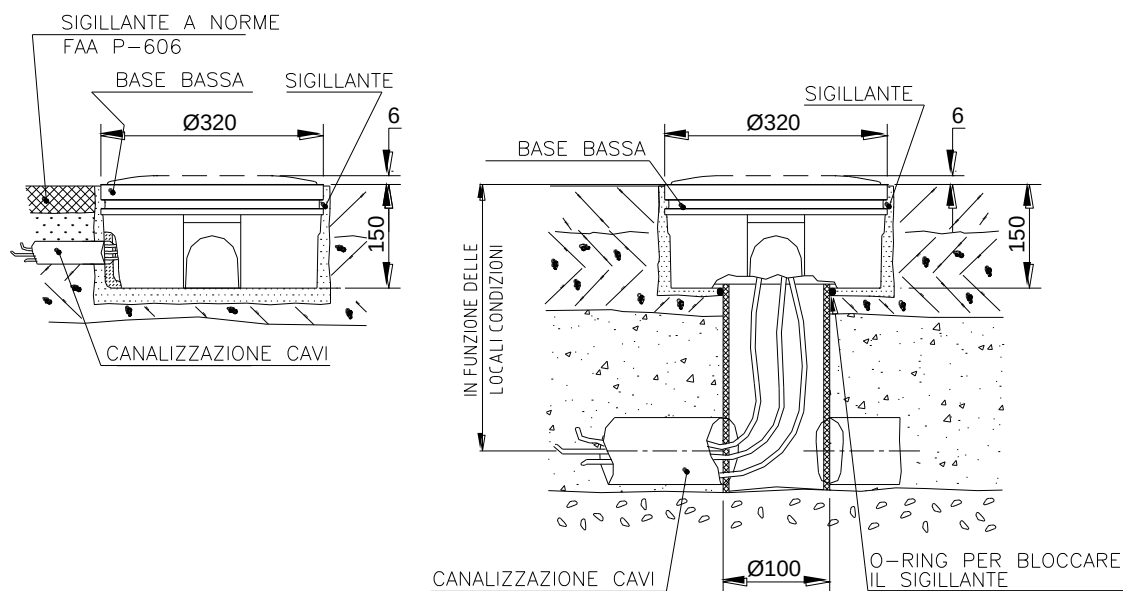

Figure 15 – Base de 12" pour canalisation latérale ou par le bas (méthode B)
- Méthode « B » – en posant les câbles à l'intérieur de canalisations (Figure 15)